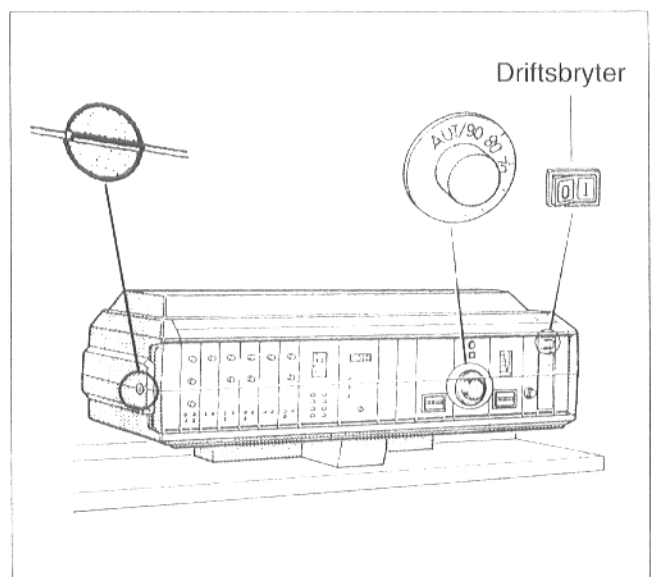

Fig. 52
- På begge sider av kontrollpanelet vris skrulisene (f.eks. med en mynt) i låseskruen så låsesporet kommer vannrett (Fig. 52). Det gjenomsiktige dekselet kan nå trekkes rett frem og tas av.
- Driftsbryter (Fig. 52) på kontrollpanelet settes i stilling O.